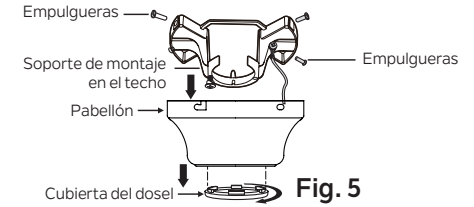

Fig. 5
**Paso 1.** Retire la cubierta inferior del dosel decorativo del dosel. (Fig. 5)
**Paso 2.** Afloje los cuatro tornillos en la parte superior de la cubierta. Retire los dos tornillos sin ranura y afloje los tornillos ranurados. Esto le permitirá quitar el soporte de montaje en el techo. (Fig. 5)
**Paso 3.** Retire el soporte de montaje del techo del dosel aflojando los dos tornillos en la parte inferior del soporte de montaje del techo. Gire el dosel en sentido antihorario y retírelo. (Fig. 5)